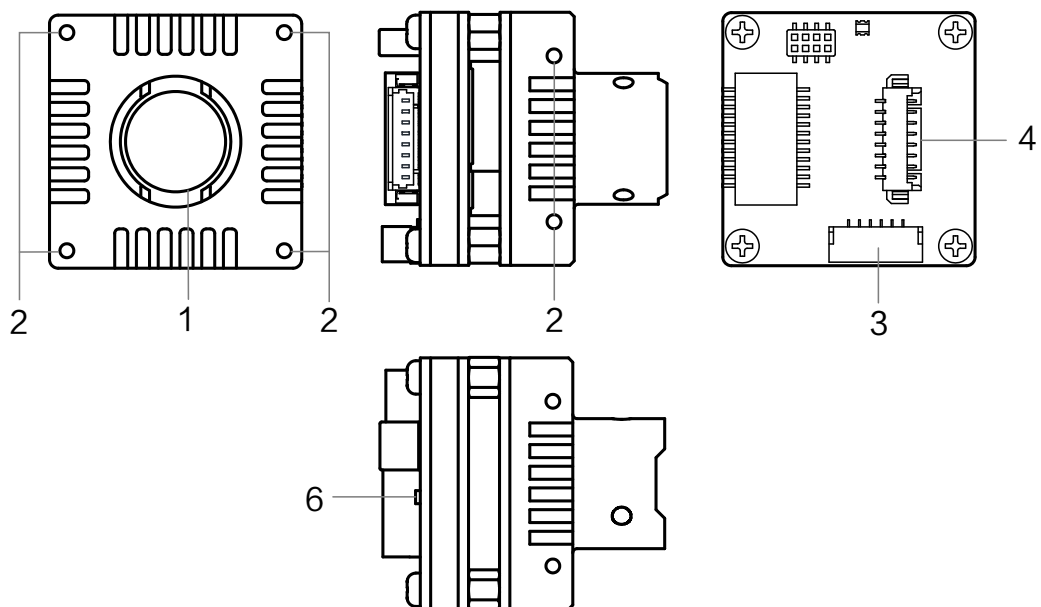

图4-3 M12 口前盖，WTB 网口相机外观
- 图 4-3 为 M12 口前盖，WTB 网口结构的相机外观。